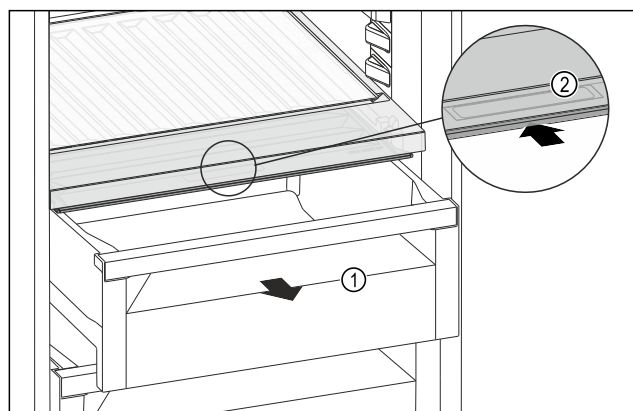

Fig. 123
- ▶ Zásuvku Fig. 123 (1) vytáhněte.
- ▶ Uchopte prohlubeň pro rukojeť Fig. 123 (2) na víku zásuvky a současně zasuňte víko zásuvky směrem dozadu.